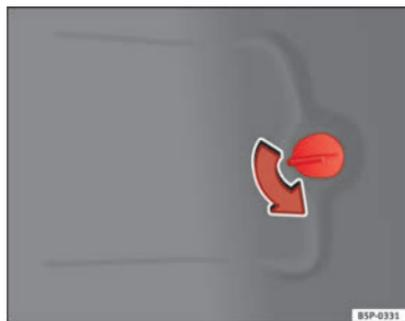

Fig. 201 Luzes na carroçaria
- Abrir a tampa do painel lateral do porta-bagagens ⇒ Fig. 201.